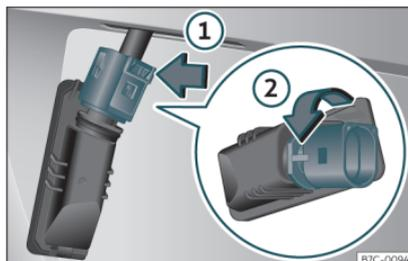

Fig. 54 Luce della targa: smontare il portalampada.
- Premere il blocco del connettore nella direzione indicata dalla freccia»» **fig. 54** ① ed estrarre il connettore.
- Ruotare il portalampada nella direzione indicata dalla freccia»» **fig. 54** ② ed estrarlo insieme alla lampada.
- Inserire il portalampada nella luce della targa e ruotarlo fino a fine corsa nella direzione opposta a quella indicata dalla freccia»» **fig. 54** ②.